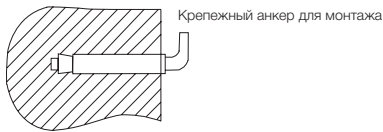

Рис. 4.
- После выбора места монтажа определите места под два крепежных болта с крючками (в зависимости от спецификаций выбранного изделия). Проредите в стене два отверстия необходимой глубины с помощью сверла размером, соответствующим размеру крепежных болтов, вставьте винты, поверните крюк вверх, плотно затяните гайки, а затем установите на него электрический водонагреватель (см. рис. 4).